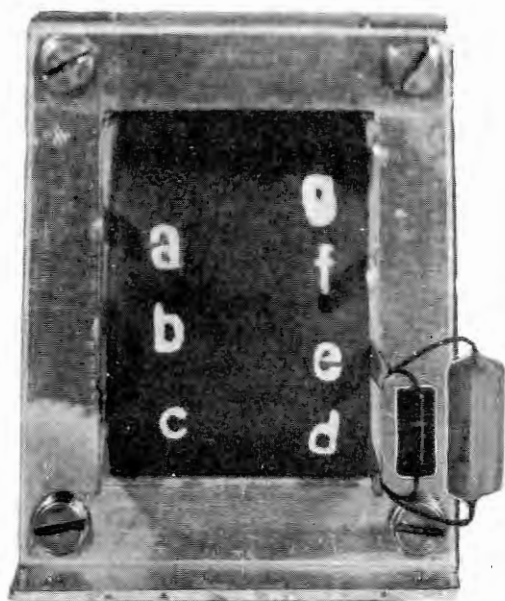

Figura 26
Pase a continuación a estudiar la figura 26, que nos muestra el transformador de cuadro con dos componentes soldados en posición correcta. En consecuencia, tome un condensador de poliéster de 10 k μ F, 400 voltios (43), y una resistencia de 1k ohmios, medio watio (R77), y suelde un terminal de cada componente en el terminal "e" del transformador y, el opuesto, en el terminal "d" del mismo.